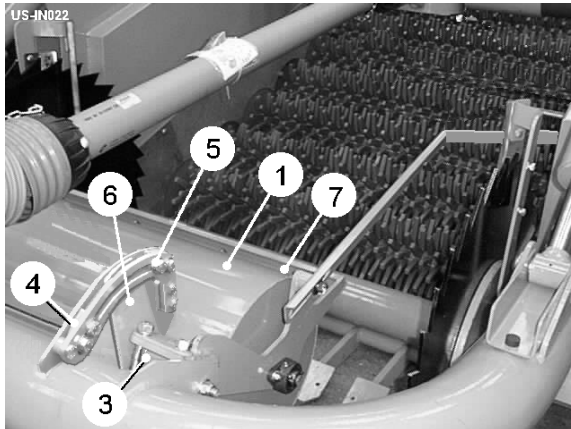
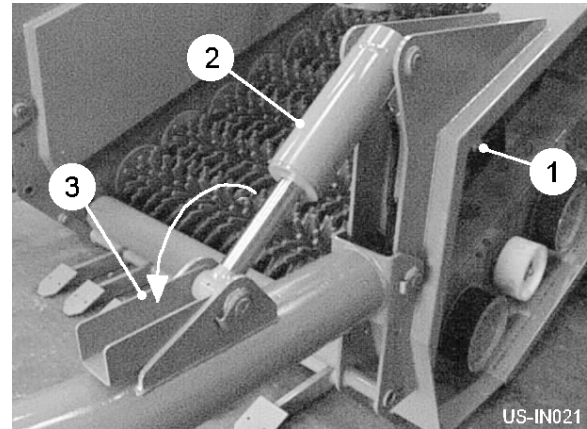

Fig 6
Fig 7
Die automatische Tiefe kontrolliert, daß System sogar Tiefe der Erde im fertigen Bett sicherstellt. Die Tiefenrolle folgt (item 1, fig 6) den Konturen vom vor-gemachten Bett. Die Tiefenrolle (item 2, fig 7) wird mit dem Tiefensensor verbunden und (Stück 1, Feige 7) über der hydraulischen Ventilbank treibt die Tiefenzylinder. Der Tiefenanzeiger, auf dem richtigen Handtiefenzylinder, gibt der Bedienungsperson ein visuelles Anzeichen für die Handlung des spürenden Systemes. Die Zylinderhalteklammern müssen (item 3, fig 7) fest in der Position, die vor das Beginnen von der Arbeit gezeigt wird, sein.
Die Tiefenrolle Rahmendrempunkte auf Gummieinbauten (item 3, fig 6). Ändern Sie die Einbauten, um den Druck zu kontrollieren, den die Rolle auf die Erde ausübt. Der Druckrahmen muß mit der Maschine in der Arbeit gemacht werden, damit die verhältnismäßige arbeitende Position der Rolle und Anteile korrekt ist.
1. Lockern Sie die Front, und rückwärtiger Quadrant hält (item 4 & 5, fig 6) beiderseits der Rolleneinheit.
3. Rücken Sie die Fronthalte gegen (item 4, fig 6) Frontrand der Quadrantenarme vor und (item 6, fig 6) straffen Sie sie.
4. Heben Sie die Maschine und (item 6, fig 6) veranlaßt die Quadrantenarme, (item 4, fig 6) weg von den Fronthalten rückwärts zu rotieren. Rücken Sie die Fronthalte gegen die Quadrantenarme vor und sichern Sie sie. Vor dem Bewegen der Halte, je höher die Maschine, desto größer der Frühlingsdruck wird sein.
5. Stellen Sie in die Arbeit Maschine zurück und bewegen Sie die rückwärtigen Halte (item 5, fig 6) 15mm weg vom Rückwärtigen der Quadrantenarme (item 6, fig 6). This gap allows the depth roller to drop slightly, maintaining digging depth, when the tractor rides out of the bed onto the headland.
Die Spachteln (item 7, fig 6) sollten der Rolle nah sein, ohne es zu foulern.
Vor dem Transportieren der Maschine auf der Straße, bewegen Sie sich, der Zylinderhalt plattiert (item 3, fig 7).